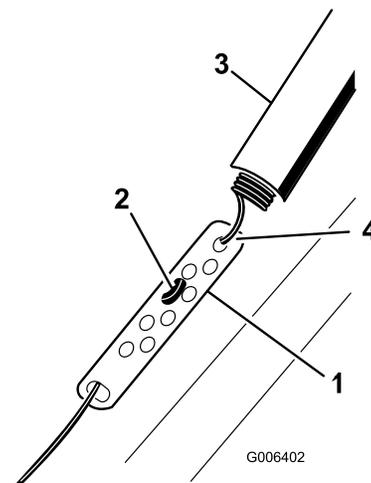

Bild 25
1. Schieben Sie die Federabdeckung nach oben und haken Sie die Feder aus dem Einstellglied aus (Bild 25).
2. Setzen Sie die Z-Befestigung in ein höheres oder niedrigeres Loch, um den Abstand von 2 bis 3 mm zwischen dem Schaltbügel und dem Griff zu erhalten (Bild 25).